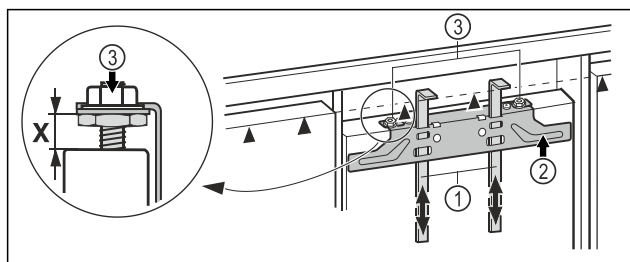

Fig. 19
- Montážní pomůcky Fig. 19 (1) vysuňte nahoru do výšky nábytkových dvířek. Spodní dorazová hrana ▲ montážní pomůcky = horní hrana montovaných nábytkových dvířek.
- Upevňovací příčník Fig. 19 (2) vyšroubujte přes pojistné matice Fig. 19 (3).